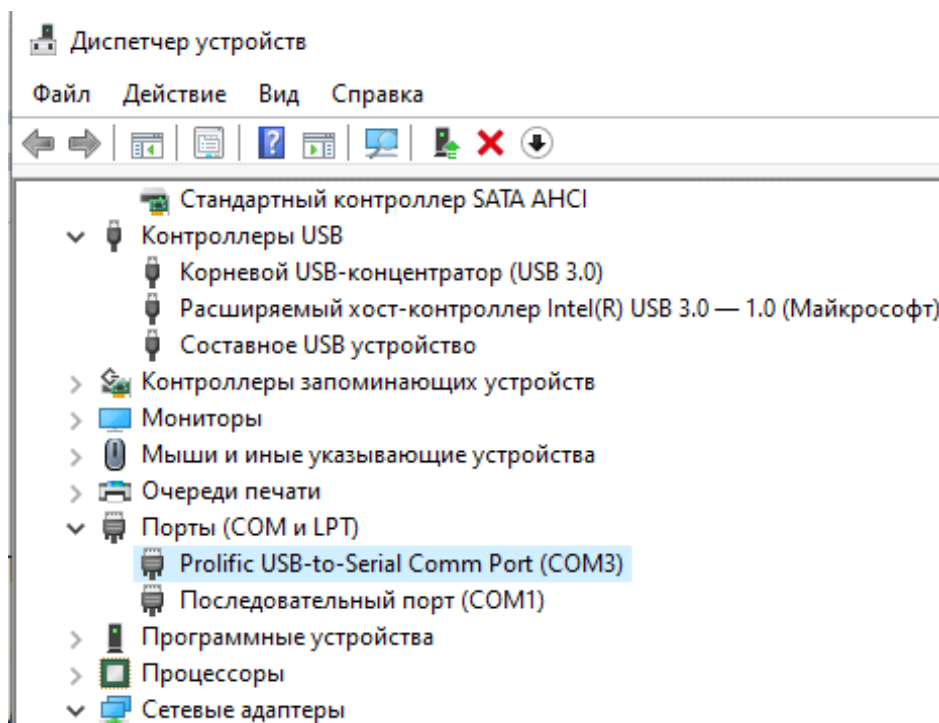

Рисунок 2. Диспетчер устройств
- 3) Убедиться, что подключенный контроллер отображается в списке портов (рисунок 2):